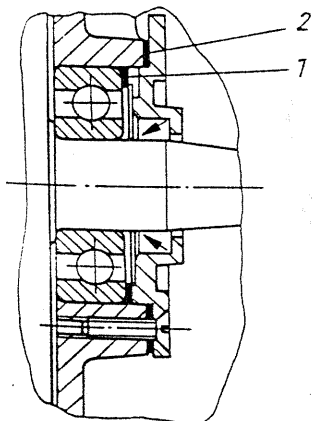

Fig. 185. Capot d'étanchéité du vilebrequin
- (X) Jeu à régler
- (A) Epaisseur des rondelles compensatrices
- (D) Epaisseur du joint d'étanchéité 0,5 mm à l'état neuf - 0,25 jusqu'à 0,3 mm à l'état comprimé
Contrôler et/ou échanger le joint d'étanchéité 20 x 30 x 7. Mettre en place les rondelles compensatrices déterminées (1) et le joint d'étanchéité (2). Introduire les vis de fixation enduites de matière d'étanchéement et les serrer au couple de 6 Nm (0,6 kpm) (fig. 185).